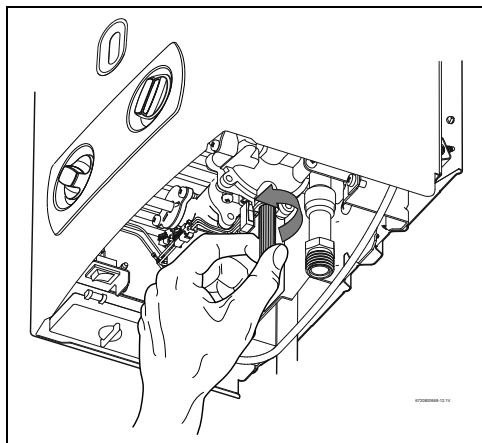

Рис. 11 Винт слива воды
- Ослабить винт слива воды на приборе (→ Рис. 11).